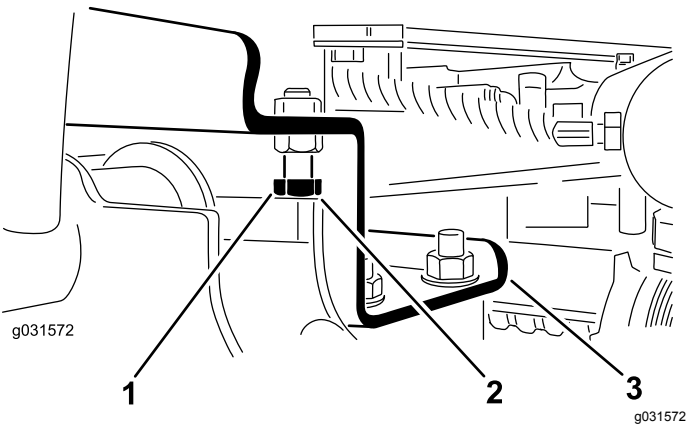

図 11
- A. ストップボルトを戻す 図 11。
2. 各昇降アームとストップボルトとの隙間が、図 11のように 0.13-1.02 mmの間にあるかどうか点検する。